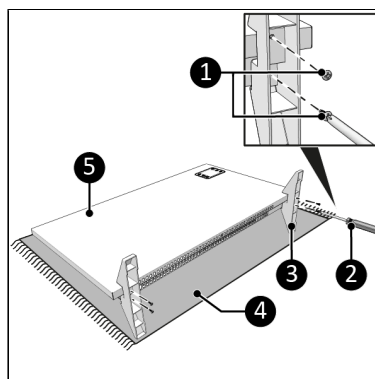

Figure 58.
1. Posez l'appareil sur une surface douce et stable (Figure 58, pos. 4).
2. Placez les pieds (Figure 58, pos. 3) des deux côtés du corps principal (Figure 58, pos. 5).
3. Vissez et serrez les pieds avec une petite vis (Figure 58, pos. 1) à l'aide d'un tourne-vis Phillips (Figure 58, pos. 2).